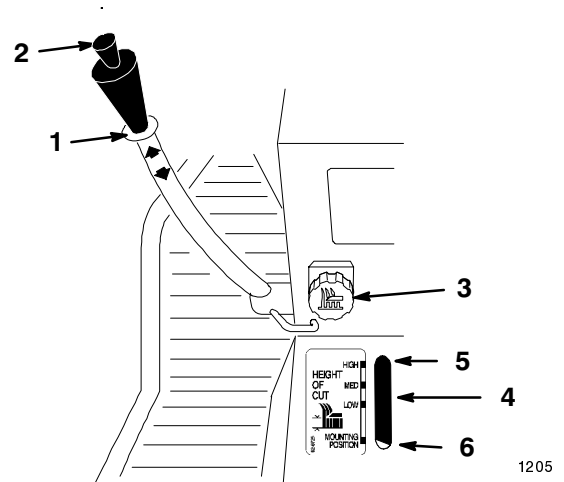

Bild 20
Mit dem Hubhebel (Bild 20) für Anbaugeräte heben und senken Sie (an einigen Modellen) diverse Geräte, die an den Traktor angebaut werden können.
Mit dem Höheneinstellrad (Bild 20) lässt sich die Bewegung des montierten Schneidwerks nach unten einschränken. Der Höheneinstellschalter wird zum Verändern der Position, d.h. auf oder ab gedreht.
1. Heben Sie den Hubhebel an: siehe "Anheben von Anbaugeräten". In der angehobenen Stellung lässt sich das Höheneinstellrad (Bild 20) zum Verändern der Anschlagposition drehen. Drehen Sie den Schalter im Uhrzeigersinn, um die Gerätehöhe anzuheben und entgegen dem Uhrzeigersinn, um sie zu reduzieren.
2. Die Veränderung der eingestellten Höhe wird von der Höheneinstellanzeige angegeben (Bild 20).